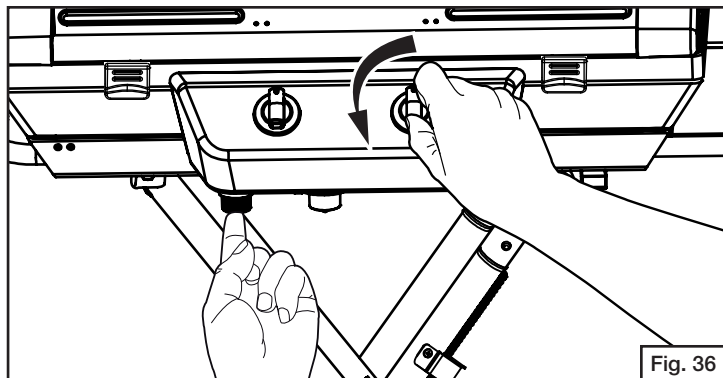
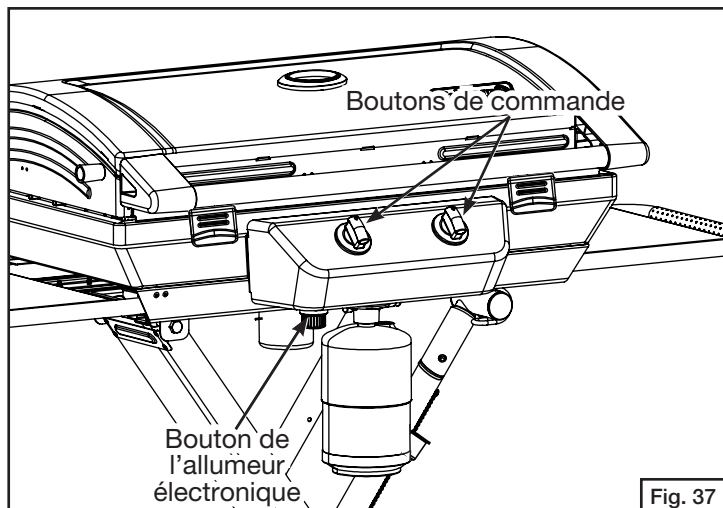

Fig. 36
Fig. 37
1. Appuyez et tournez le bouton de commande à 90 degrés dans le sens anti-horaire pour ouvrir, puis appuyez à répétition sur le bouton d'allumage jusqu'à ce que le brûleur s'allume. (Fig. 36 et Fig. 37)